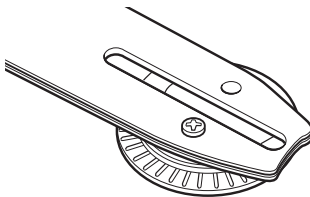
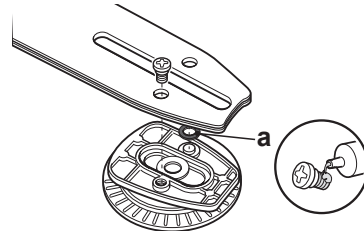

Fig. 42
Fig. 43
6. Gire la espada 180° para que el desgaste sea uniforme, lo que prolongará la vida útil de la espada (4). Afloje el tornillo y retire el disco tensor (23) de la espada (Fig. 42). Asegúrese de que la arandela de goma (a) está libre de desgaste. Gire la espada y fije el disco tensor con el tornillo. Aplique una gota de un adhesivo adecuado en el tornillo para garantizar que se coloca correctamente (Fig. 43).